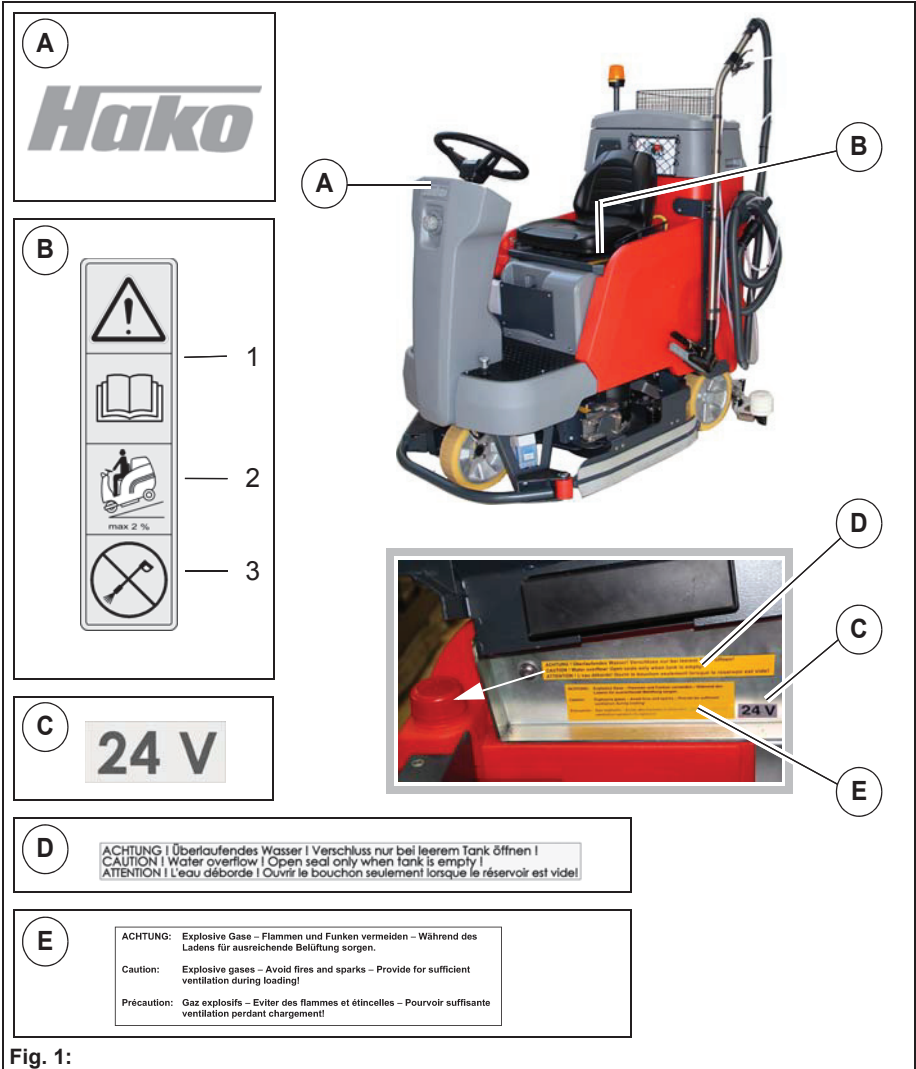

Fig. 1:
**Klistremerke – Fimalogo Fig. 1-A**
- Les og følg driftsanvisningen Fig. 1-B1
- Maksimalt tillatt stigning 2 % i rengjøringsdrift Fig. 1-B2
- Ikke rengjør maskinen ved bruk av høytrykkspyler Fig. 1-B3
**Klistremerke – 24 V Fig. 1-C**
**Klistremerke – Oversvømmende vann Fig. 1-D**
**Klistremerke – Eksplosive gasser Fig. 1-E**